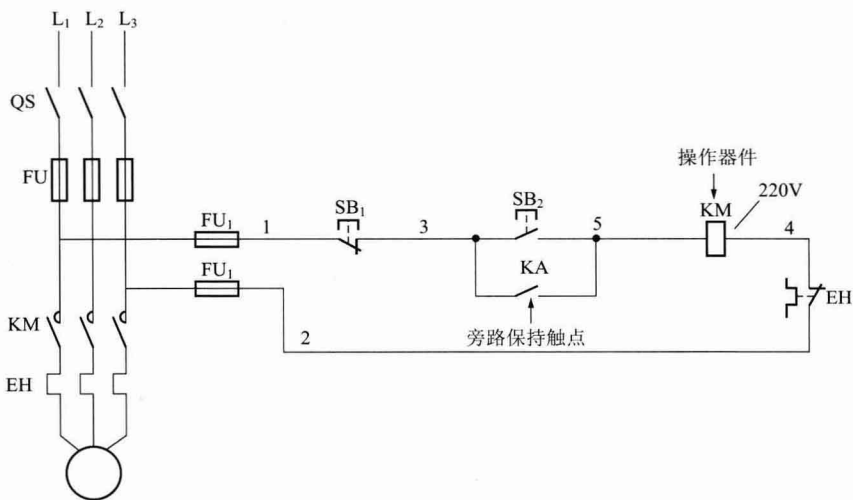

图 13 旁路保持触点回路
(5) 旁路保持触点。依靠其他操作器件的触点来维持电路的闭合状态,这样的触点称为旁路保持触点,这样的回路称为旁路保持回路,如图 13 所示。旁路保持触点在控制电路
(7) 触点的并联。根据电气(机械)控制要求,把一个开关或继电器触点的前、末端与另一个触点的前、末端相连接的方式称为触点的并联回路。在这样的回路中只要有一个触点闭合,线路的最终设备就能动作。图 13 和 14 中的按钮 SB_2 动合触点与接触器 KM 动合触点就是并联连接。